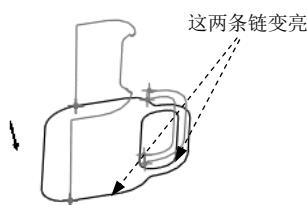
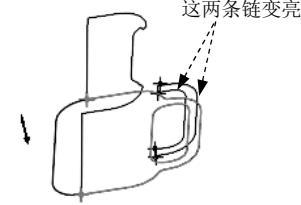

图 4.6 链 1-1 (上部)
图 4.7 链 1-1 (下部)
Step4. 在轮廓曲线中选取所需的链。在“轮廓曲线”对话框中双击 **Loop Selection (环选择)** 元素，在系统弹出的“环选择”对话框中选择 **链** 选项卡，然后在列表中选取 **1-1 上部**（此时图 4.6 所示的链变亮），单击 **下部** 按钮（此时图 4.7 所示的链变亮），单击 **确定** 按钮。